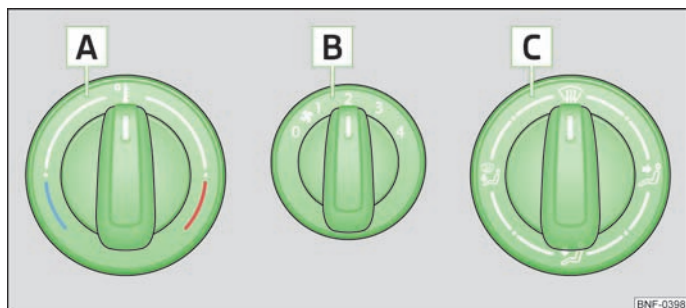

Fig. 58 Varmeanlæg: betjeningselementer
- Drej drejekontakten **A** » Fig. 58 mod højre for at øge temperaturen.
- Drej blæserkontakten **B** » Fig. 58 til en af positionerne 1 til 4 for at tilslutte blæseren.
- Med kontakten til regulering af luftfordelingen **C** » Fig. 58 reguleres luftens retning » Side 54, Luftdyser.
- Betjeningsselementerne **A**, **B**, **C** » Fig. 58